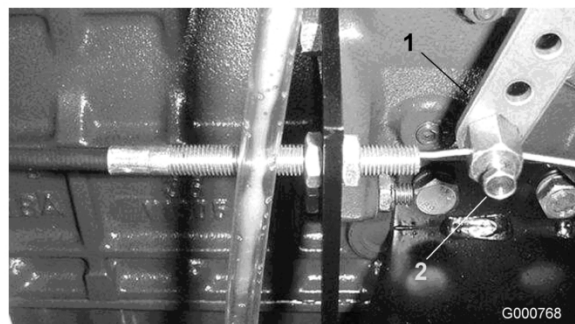

Figure 44
- Desserrez la fixation du câble d'accélérateur sur le bras du levier de la pompe d'injection (Figure 44).